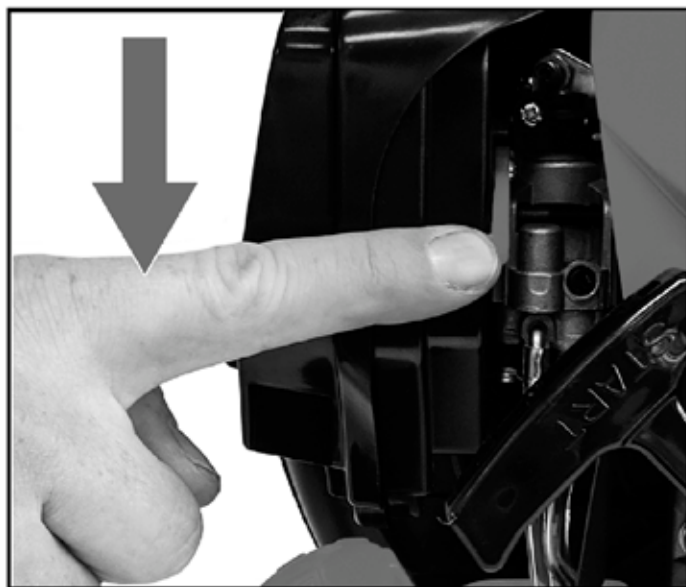

FIGURA 3
3. Mueva el estrangulador a la posición cerrada. Figura 3.